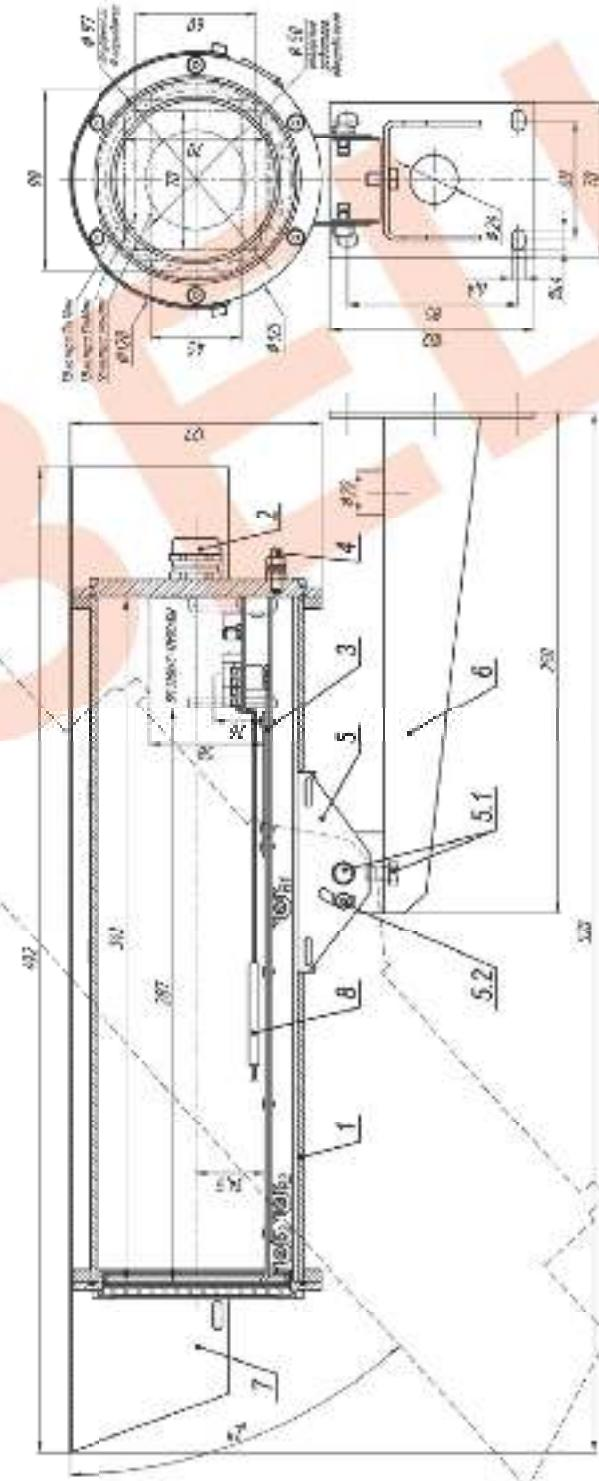

Рис.1 Состав и габаритно-установочные размеры ТГБ-9У
2. Вытащить модуль видеокамеры (рис.3 рис.1) из кожуха.
8. Ослабив болты и оинты фиксации шарнира (поз.5.1 и 5.2 рис.1), установить гермобокс на нужное направление обзора, после чего надежно зафиксировать шарнир затянув выше перечисленные болты и винты.
9. Заземлить гермобокс с помощью болта заземления (поз.4 рис.1).
В состав изделия входит (см. рис.1):